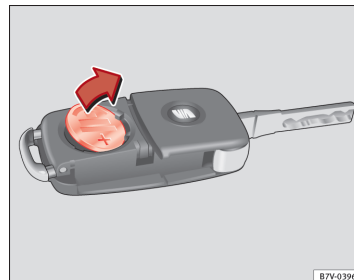

Fig. 44 Bilnøgle: Sådan tages batteriet ud.
- Vip batteriet ud af batterirummet med en egnet, tynd genstand ⇒ Fig. 44.
- Sæt et nyt batteri i som vist på billedet ⇒ Fig. 44, og tryk det ind i batterirummet mod pilens retning ⇒ ②.